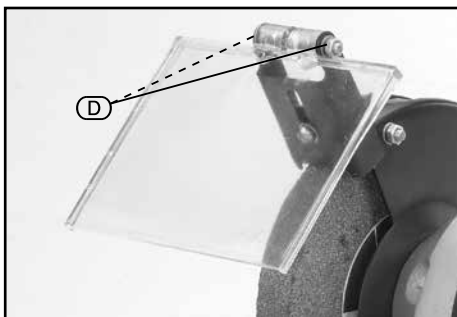

FIG. 4
8.5 FITTING THE EYE SHIELDS – FIG. 4